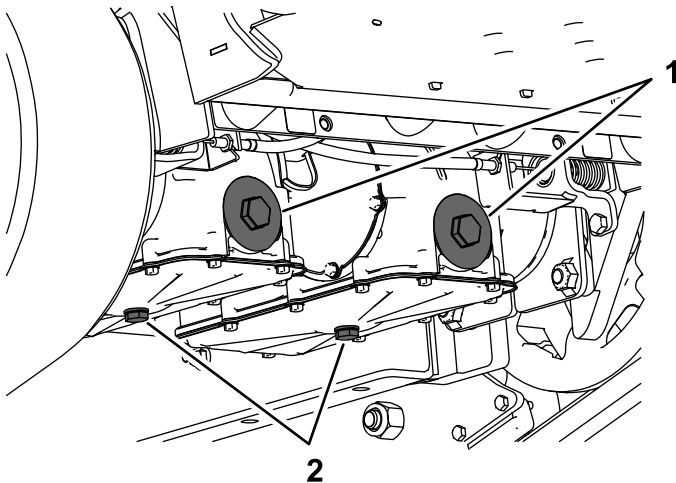

Figura 48
- Coloque el tapón de vaciado en la parte inferior de cada transmisión, luego coloque un recipiente de vaciado debajo de los tapones (Figura 48).
- Retire el tapón del filtro hidráulico y el filtro hidráulico para cada transmisión (Figura 48).